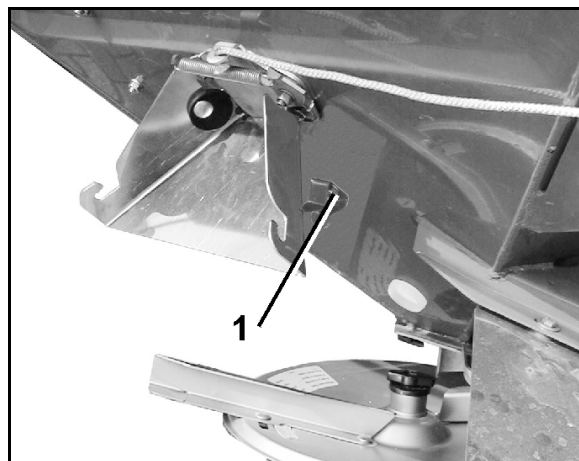
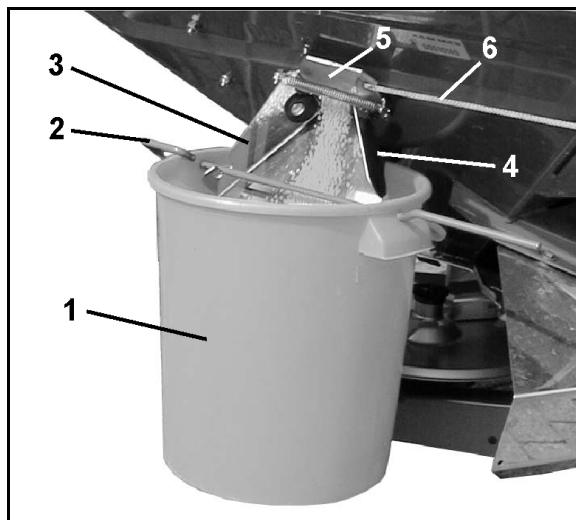

Fig. 56
Fig. 58
1. Agățați vasul de colectare (Fig. 58/1) prin intermediul etrierului (Fig. 58/2) la jgheabul de evacuare (Fig. 58/3). Fixați vasul de colectare în dispozitivul de blocare (Fig. 58/4 Fig. 56/1).
2. Deschideți complet vana laterală (Fig. 58/5) a jgheabului de evacuare pentru cca. 5 sec., cu ajutorul cablului (Fig. 58/6) (pentru a asigura un flux constant de îngrășământ). Apoi turnați cantitatea colectată înapoi în distribuitor.